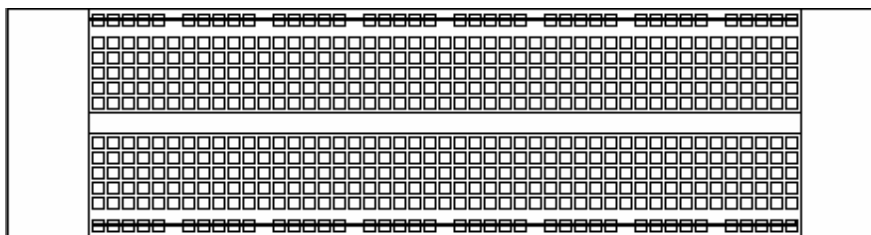
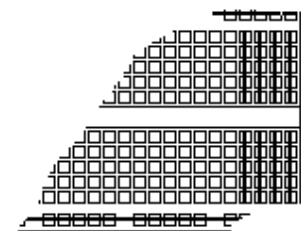

Figura 1
Figura 2
Pode-se observar na figura 1 que os furos estão organizados visualmente em grupos de 5 mas só visualmente, pois todos os pontos nesta linha estão ligados entre si através de um condutor metálico, localizado internamente à base plástica que normalmente são utilizados como barramento de distribuição de alimentação, ou seja, pode se adotar uma das linhas como GND (Terra) e outra com V_{CC} (Positivo). Já na figura 2 cada 5 furos dão acesso ao
- Na canaleta entre os furos da figura 2 é utilizada para montagem de circuitos integrados, Relés entre outros, para que seus terminais não fiquem em curto na matriz.